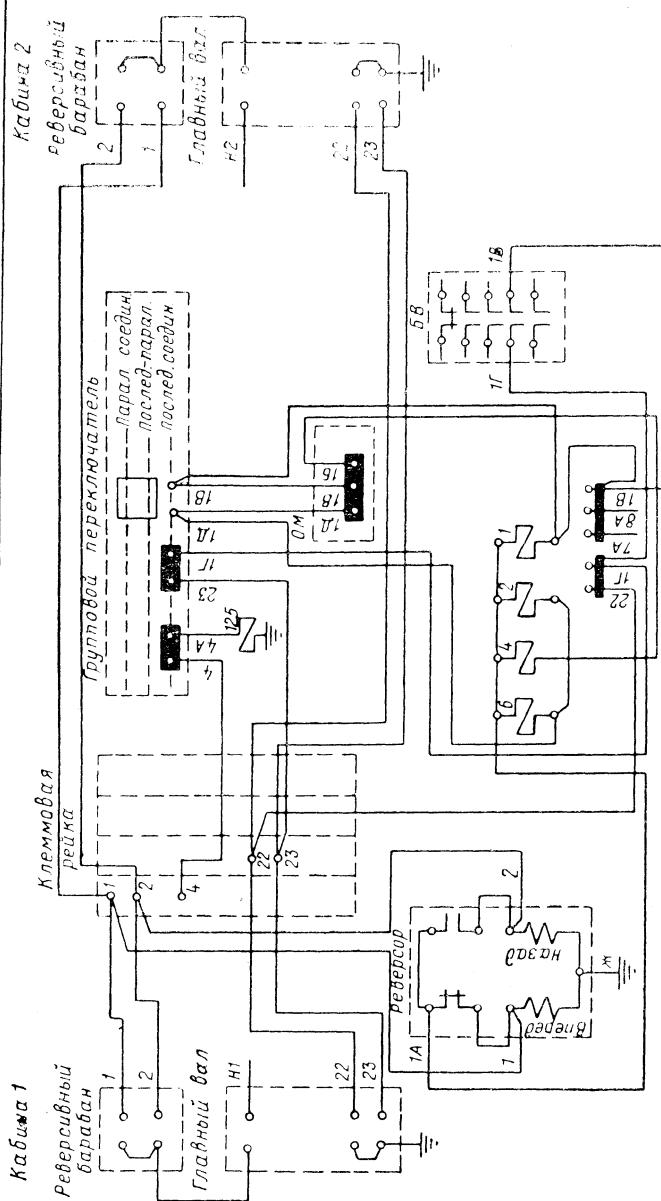
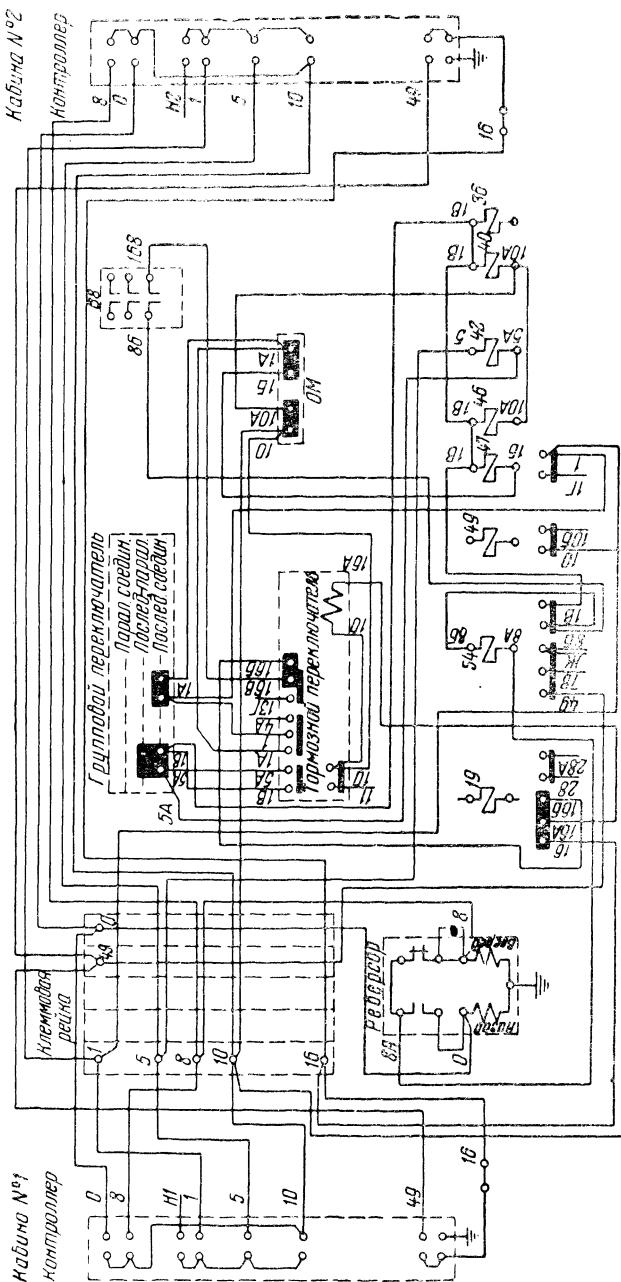

Рис. 21. Полумонтажная схема цепи управления электровоза без электрического торможения на 1-й позиции главной рукоятки контроллера
Рис. 22. Полумонтажная схема цепи управления электрическим торможением на 1-й позиции главной рукоятки контроллера
В случае повреждения провода 1 необходимо отсоединить провод 2 от вентиля реверсора «Назад» и подсоединить его к вентилю реверсора «Вперед» и, наоборот, при повреждении провода 2 провод 1 подсоединить к вентилю реверсора «Назад», отсоединив его от вентиля реверсора «Вперед» (рис. 21). Подобным образом поступить при повреждении проводов 8(0) (рис. 22) на электровозе с рекуперацией. Если имеет место обрыв цепи вентиля, то для дальнейшего следования необходимо перевести реверсор вручную.
Короткое замыкание обнаружено в проводе  $\theta(8)$  на электровозе с рекуперацией. В пути следования места повреждения не отыскивать, а продолжать ведение поезда на всех соединениях тяговых двигателей, включив вручную контактор  $54$  и отсоединив провод  $\theta(8)$  от контакторного элемента (см. рис. 22).
Короткое замыкание в проводе 1 (электровоз с рекуперацией). Отсоединить провод 1 от контакторного элемента контроллера, контактор 47 включить вручную. Дополнительные пересоединения произвести в соответствии с указаниями раздела «Неисправности индивидуальных контакторов». При наличии времени короткое замыкание отыскать прозонкой, пользуясь при этом схемой, приведенной на рис. 22.
Короткое замыкание в проводе 1 (2) на электровозе без рекуперации (см. рис. 21). Для определения места короткого замыкания нужно перевести реверсивную рукоятку контроллера в положение «Назад» и главную рукоятку контроллера поставить на 1-ю позицию. Перегорание предохранителя является признаком короткого замыкания в проводе 1A, а замыкание линейных контакторов свидетельствует о коротком замыкании в проводе 1 или 2 в зависимости от направления движения.